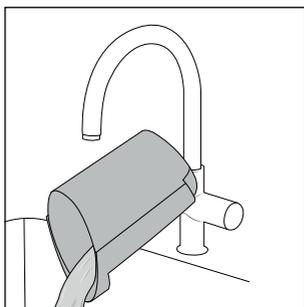

Fig. 22
- ◆ Scuotere via l'acqua sporca e la sporcizia (vedere fig. 22).